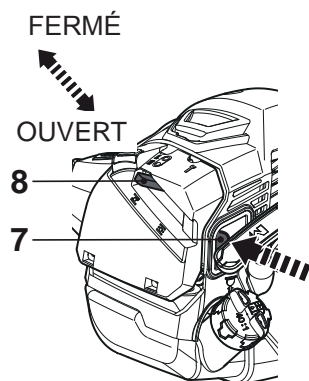

Fig. 24
- > Mettez le starter [8] en position **FERMÉE**  et appuyez sur l'injecteur [7] jusqu'à ce que le carburant devienne visible (Fig. 24).
- > Placez le starter [8] sur **OUVERT**  (Fig. 24).
- > Placez le starter [8] sur **OUVERT** sans appuyer sur l'éjecteur (Fig. 24).